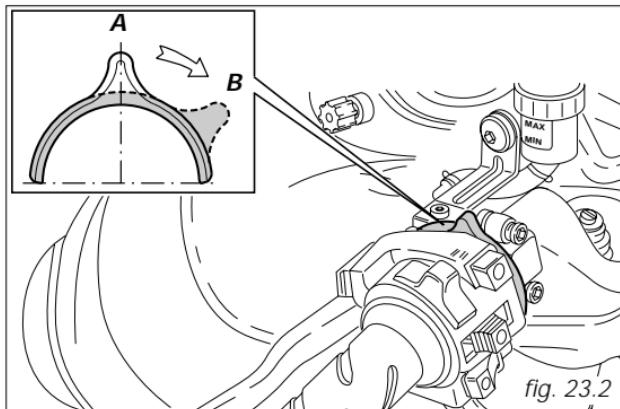

fig. 23.2
2) Spostare la leva comando starter in posizione (B) (fig. 23.2).